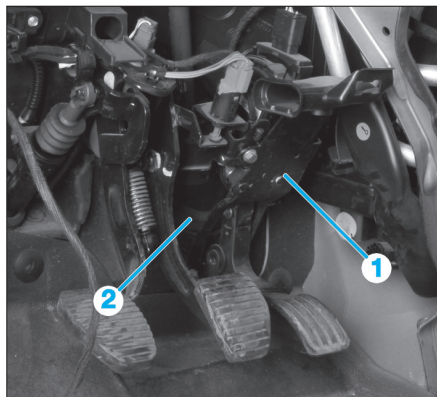
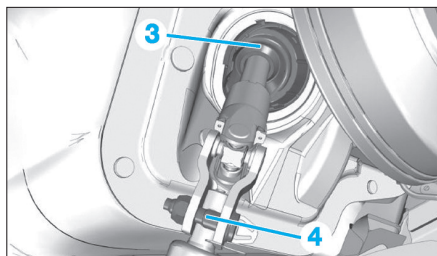
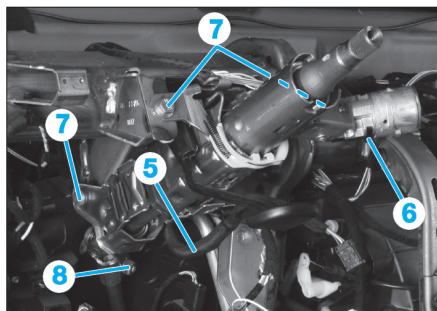

Fig. 5
Fig. 6
Fig. 7
Il est possible de seulement déposer la partie supérieure de la colonne de direction (Fig.7). Pour cela, déposer la vis (8) de l'axe intermédiaire de la colonne de direction.
- Déposer l'ensemble pédale accélérateur (1) (Fig.5).
- Dégrafer le joint situé derrière la pédale d'accélérateur (2).
- Dégrafer le joint (3) (côté compartiment moteur) (Fig.6).
- Déposer la vis et l'écrou (4).
- Dégrafer le faisceau électrique (5) (Fig.7).
- Débrancher le connecteur (6) de l'antivol de direction.
- Déposer les vis de fixation (7) puis la colonne de direction.